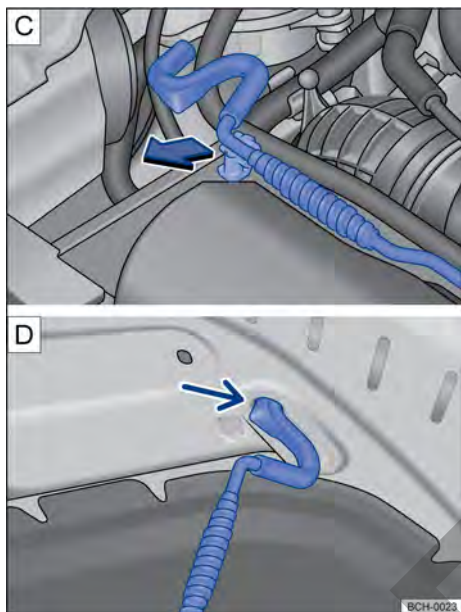

Fig. 177 C) Varilla de sujeción de la tapa del compartimento del motor. D) Tapa del compartimento del motor apoyada en la varilla de sujeción.
- Retirar la varilla de sujeción del soporte en el sentido de la flecha → fig. 177 C) y colocarla en la abertura de la tapa del compartimento del motor → fig. 177 D).
- Retirar la varilla de sujeción del orificio → fig. 177 D) y encajarla en el soporte del cierre → fig. 177 C).